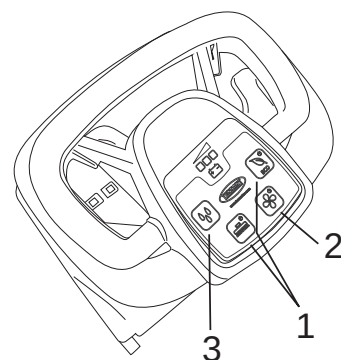

Fig.17
- Pulse el botón del cepillo o el botón ECO (Fig. 17-Ref. 1), además del cepillo, se activará la aspiración y la salida del flujo de la solución.
- Durante el trabajo, compruebe la calidad del lavado y regule la salida del flujo de la solución con el botón de flujo de solución (Fig. 17-Ref. 3).
- Pulse el botón del cepillo (Fig. 17-Ref. 1).
- Apague el aspirador pulsando el botón de aspiración (Fig. 17-Ref. 2).